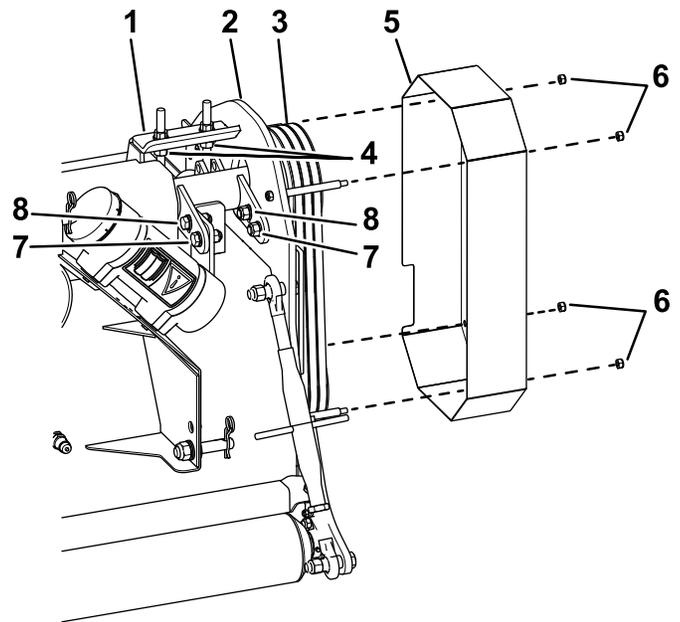

Figura 31
**Nota:** Si la tensión es correcta, instale la cubierta de las correas (Figura 31).
3. Si la tensión no es correcta, afloje las contratuercas situadas debajo de la placa (Figura 31).
4. Afloje los pernos en las ranuras (Figura 31).
7. Apriete las contratuercas situadas debajo de la placa (Figura 31).